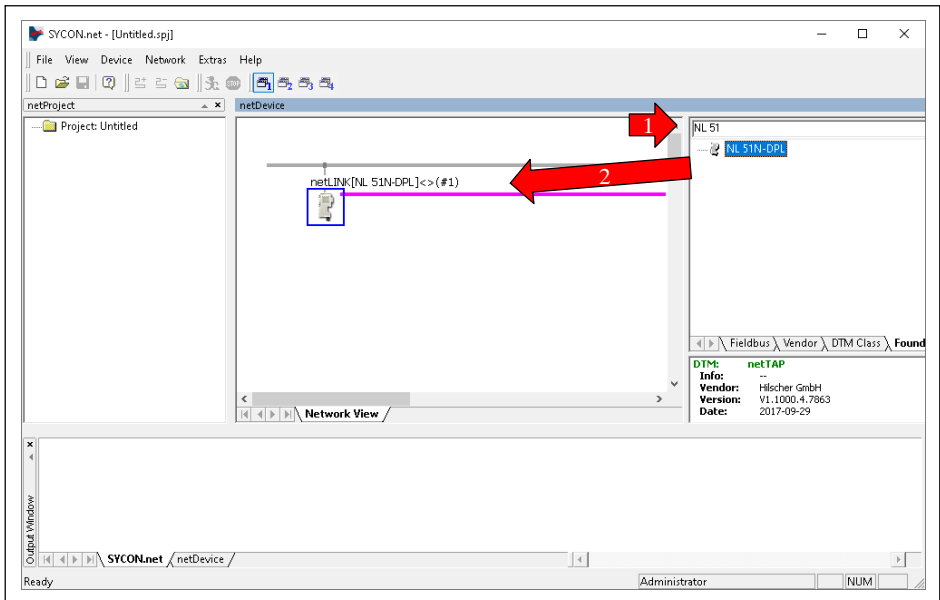

Fig. 4.4 Génération d'une passerelle dans le projet
- ▶ Recherchez **NL 51** dans la zone de droite (Fig. 4.4).
- ▶ Faites un glisser-lâcher de la passerelle sur le trait gris (Ethernet) dans la zone centrale (Fig. 4.4).